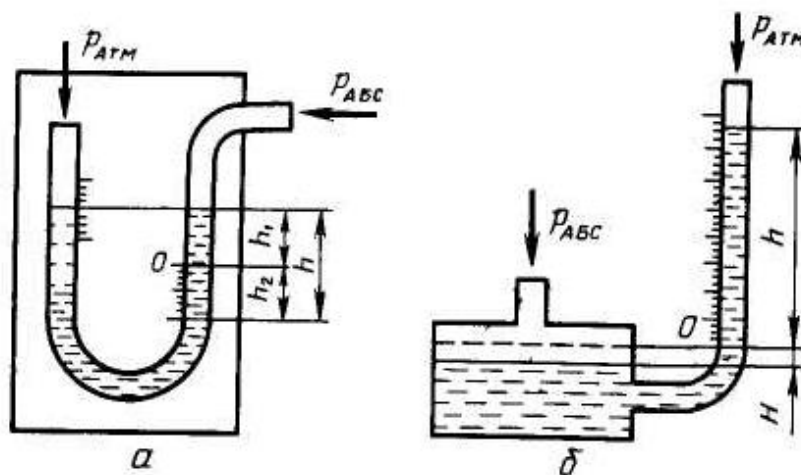

Рис. 2.1. Жидкостные манометры:
**Жидкостные манометры** (рис. 2.1) используются для измерения небольших значений избыточных давлений, вакуума или разности давлений. Эти приборы просты по устройству, однако дают точные показания. Они бывают двух видов: U-образные и чашечные (рис 2.1)